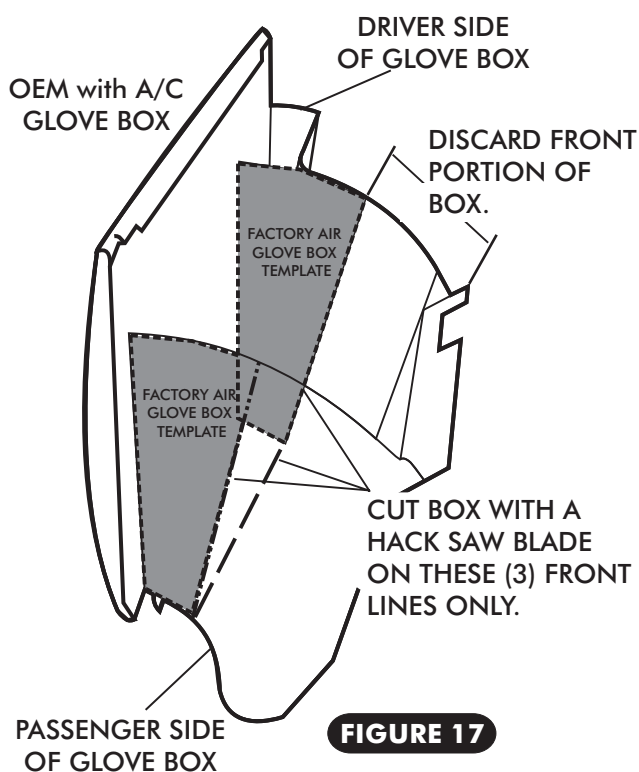

FIGURE 17
- ☐ PLACE THE TEMPLATE ON THE OUTSIDE OF THE GLOVE BOX ON THE PASSENGER SIDE. MARK THE OUTSIDE OF THE GLOVE BOX ALONG THE FRONT OF THE TEMPLATE AS SHOWN IN FIGURE 17, BELOW.